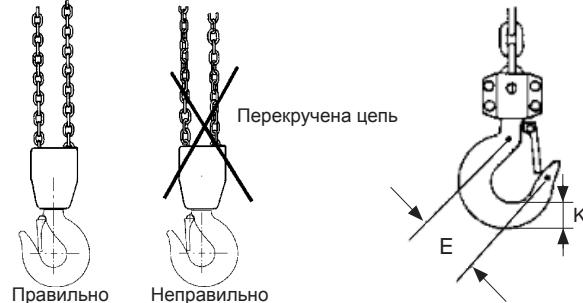

Рис. 3 Цепь не должна быть перекручена Рис. 4 Грузоподъемный крюк
- Грузоподъёмная цепь не должна быть перекручена или перевернута. В многоходовых талях велика вероятность скручивания цепи, образования изломов и иных деформаций. См. Рис. 3.